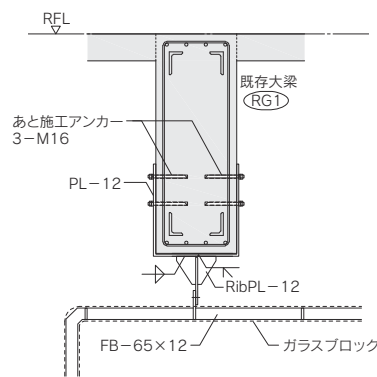

図3 天井材吊元形状
8.0m×13.4mの天井面をFB-65×12で支持するため、3mピッチで存在する既存躯体のR階大梁でフラットバーを支持する計画とし、長期たわみが1/400以下になるよう支持材配置を決定した（図3）。支持材の吊元は地震時に生じる水平力に抵抗できるようにするとともに、チャペル内部から見上げた際にガラスブロック越しに吊材の影が映り込まない形状にも配慮した。